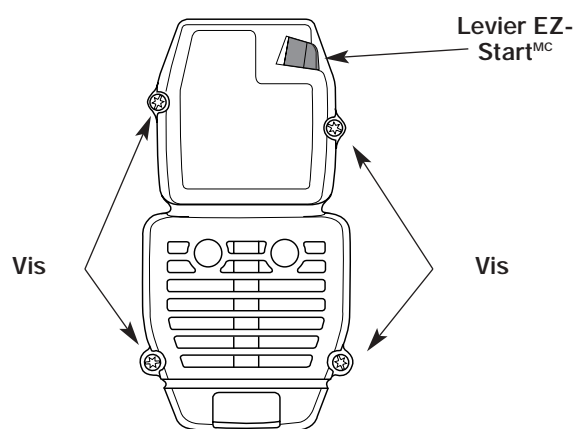

Fig. 13
1. Retirez les quatre vis retenant le filtre à air/couvercle du silencieux (Fig. 13). Servez-vous d'un tournevis à mèche no. 20 Torx.